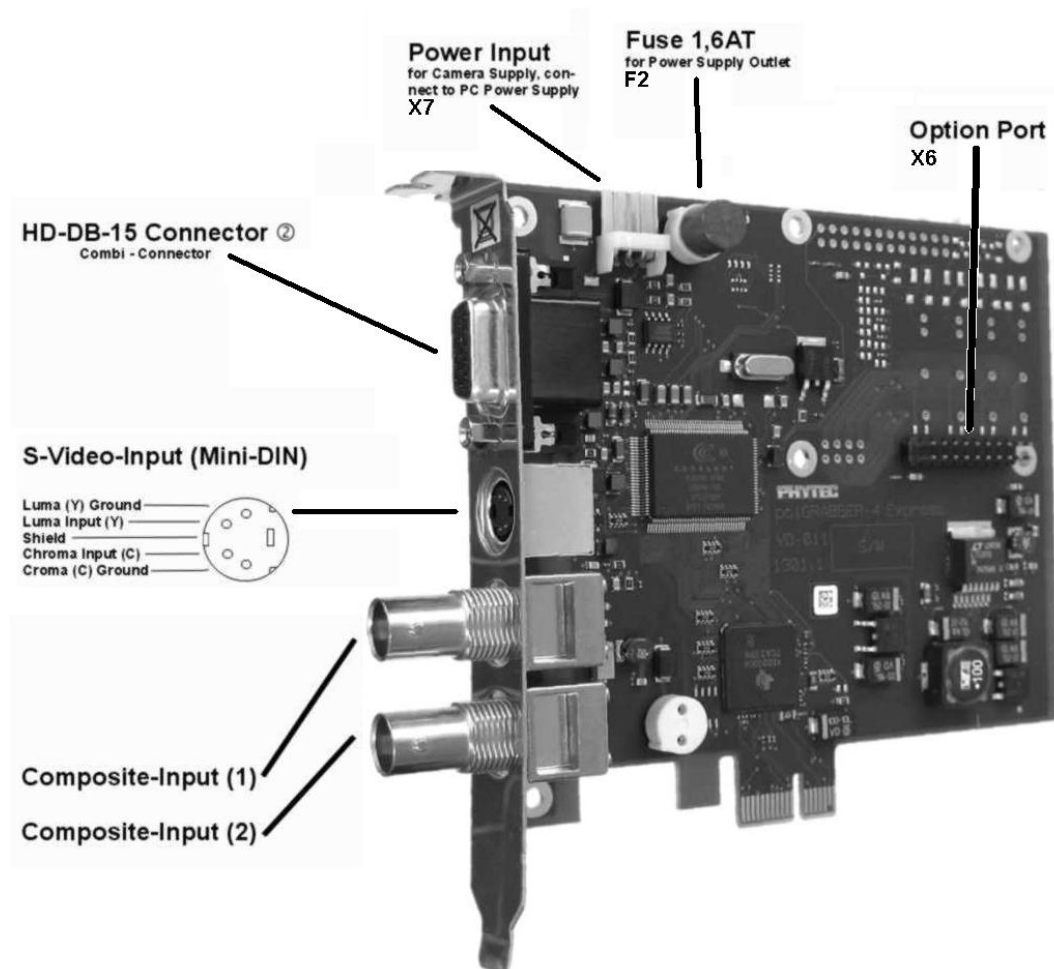

Bild 14: Anschlüsse des pciGrabber-4express (VD-011)
Der Grabber besitzt drei Composite-Eingänge, von denen alle an der HD-DB-15 Buchse ② zur Verfügung stehen. Zusätzlich sind zwei der drei Eingänge über BNC-Buchsen zugänglich (siehe Bild 14). Die Zuordnung der Eingänge zu den Kanalnummern ist wie folgt:
- An der 4poligen Mini-DIN-Buchse (X3) kann ein *S-Video*-Signal eingespeist werden. Die Buchse ist entsprechend der *S-Video*-Norm beschaltet (vgl. Bild 14). Der Anschluss einer Kamera kann mit einem handelsüblichen *S-Video*-Kabel erfolgen.
- An der HD-DB-15 – Buchse ② kann eine S-Video-Kamera angeschlossen werden. Dazu ist ein spezielles Kabel erforderlich (z.B. WK075). Der Vorteil bei dieser Anschlussart ist, dass zusätzlich die Versorgungsspannung + 12 V oder weitere Signale über das gleiche Anschlusskabel geführt werden können. Wenn Sie ein solches Kabel selbst herstellen möchten, sind folgende Pins zu beschalten (die Beschaltung der Spannungsversorgung ist optional):